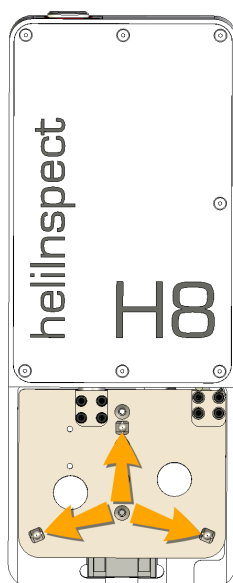

図 8: heliInspect™ H8 本体のV字溝の位置
- e. heliOptics™ WLI8 を、測定ヘッドの本体内側の2つのマグネットポイントに固定します。(⇒ 図 8)